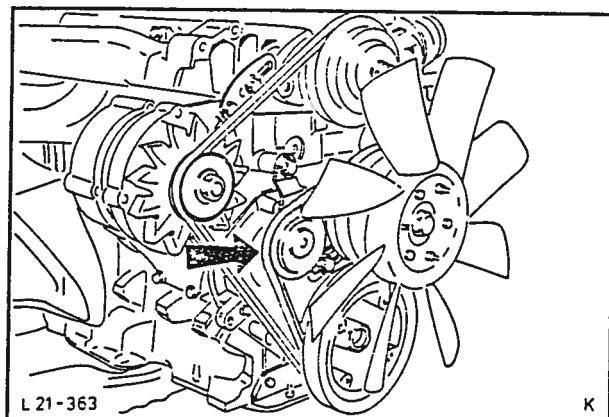

Fig. 93 Vifterremmens spennhjul.
4. Losne vifterremmens spennhjul (2 bolter) og ta vekk remmen, fig. 93. Losne vekselstrømsdynamoens justeringsbolter og ta vekk remmen.